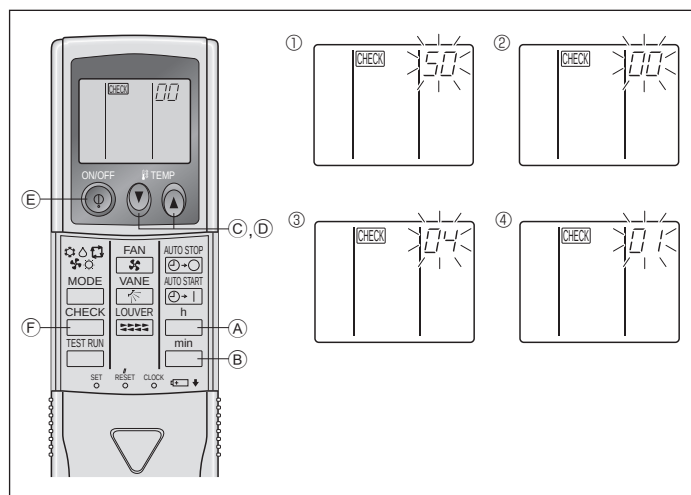

Fig. 6-10
2) Для бездротового пульта дистанційного керування (Fig. 6-10)